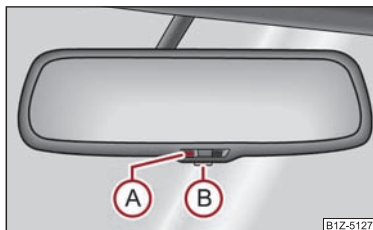

Fig. 53 Oglindea interioară cu efect heliomat automat
- Apăsăți tasta ② ⇒ fig. 53, lampa de control ① se aprinde. ►